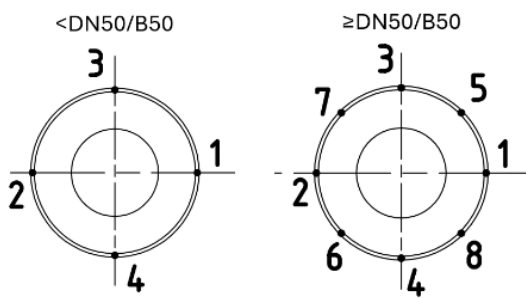

Abb. 4: Einheften
- a) Zunächst wird der Blockflansch durch wechselseitiges Einheften (Abb. 4) fixiert.